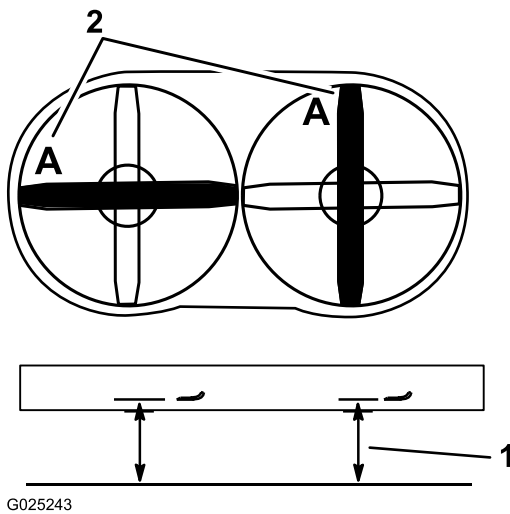

Figura 65
- Gire una cuchilla, según se muestra en Figura 65.
- Mida desde una superficie nivelada hasta el filo de corte, con la cuchilla en la posición A (Figura 65). Anote esta dimensión.